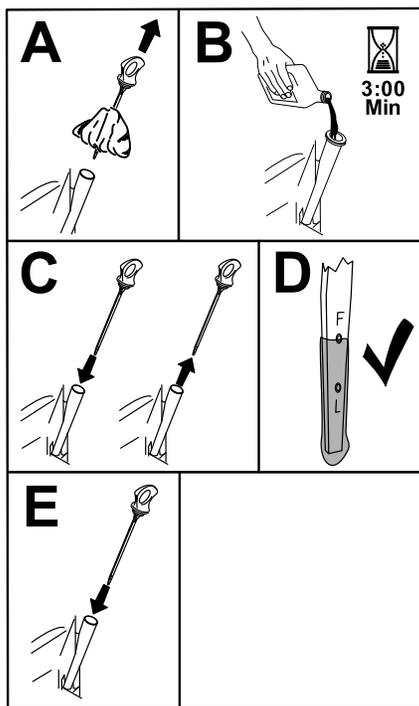

図 44
6. 所定量の 80% 程度のオイルをゆっくり入れ、そこから、残りの量を注意深く足してFULLマークまで入れる 図 44。